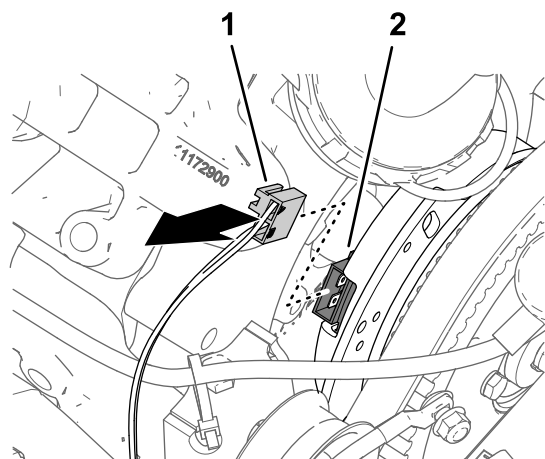

Figura 166
1. Desconecte el conector hembra de 2 vías del arnés de cables de la máquina marcado SPRAY PUMP COIL del conector de 2 pines del alternador (Figura 166).